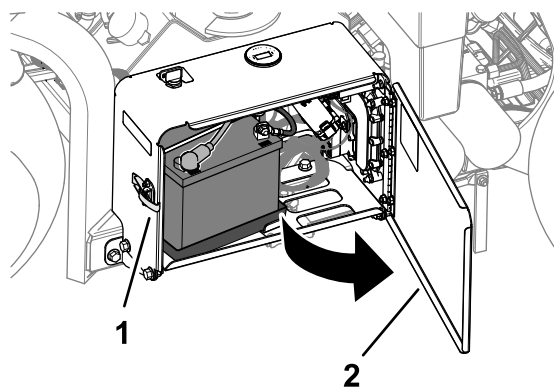

Figure 13
- Déverrouillez et ouvrez la porte du compartiment de la batterie (Figure 13).